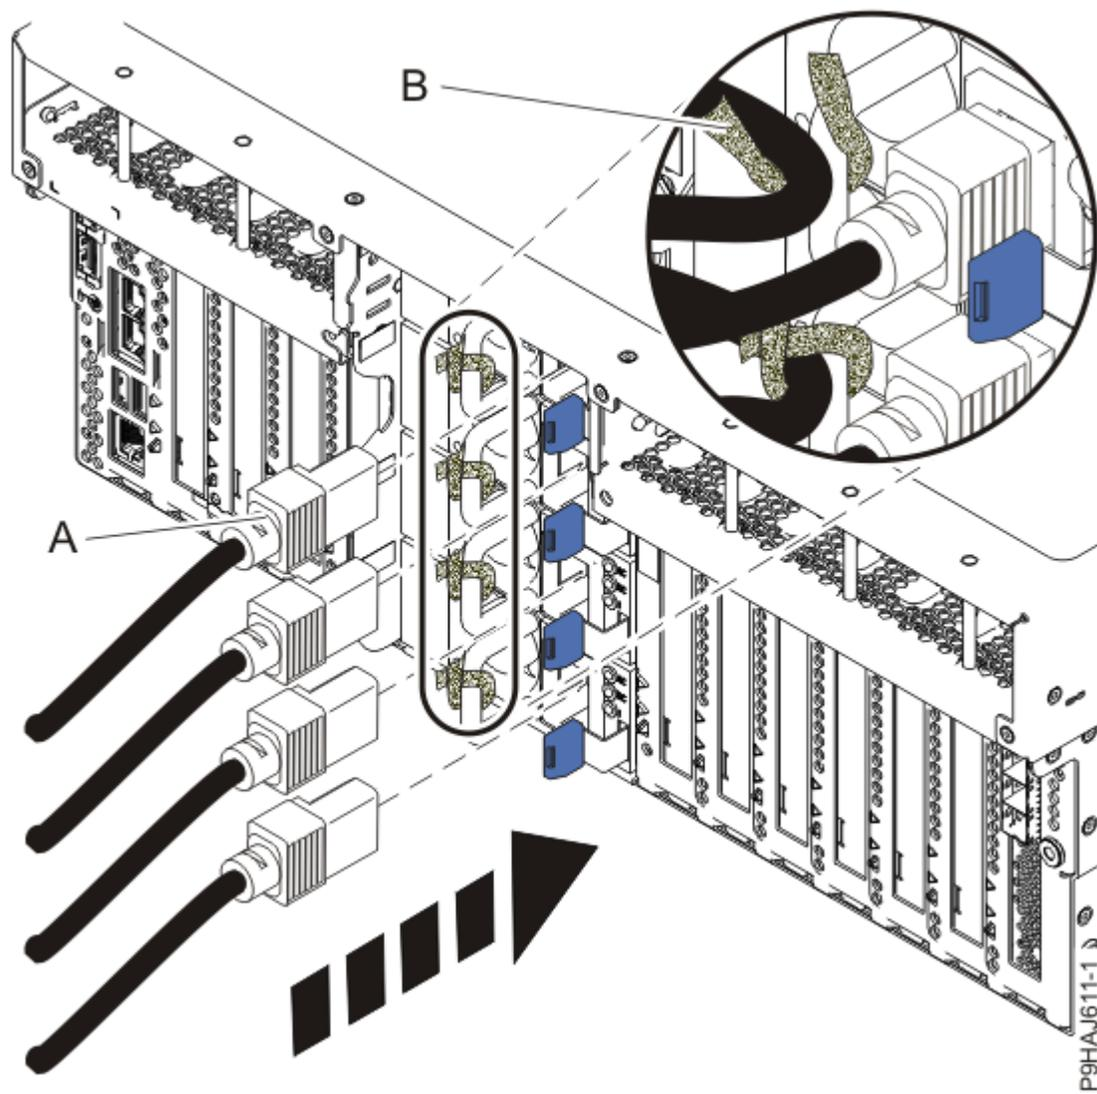
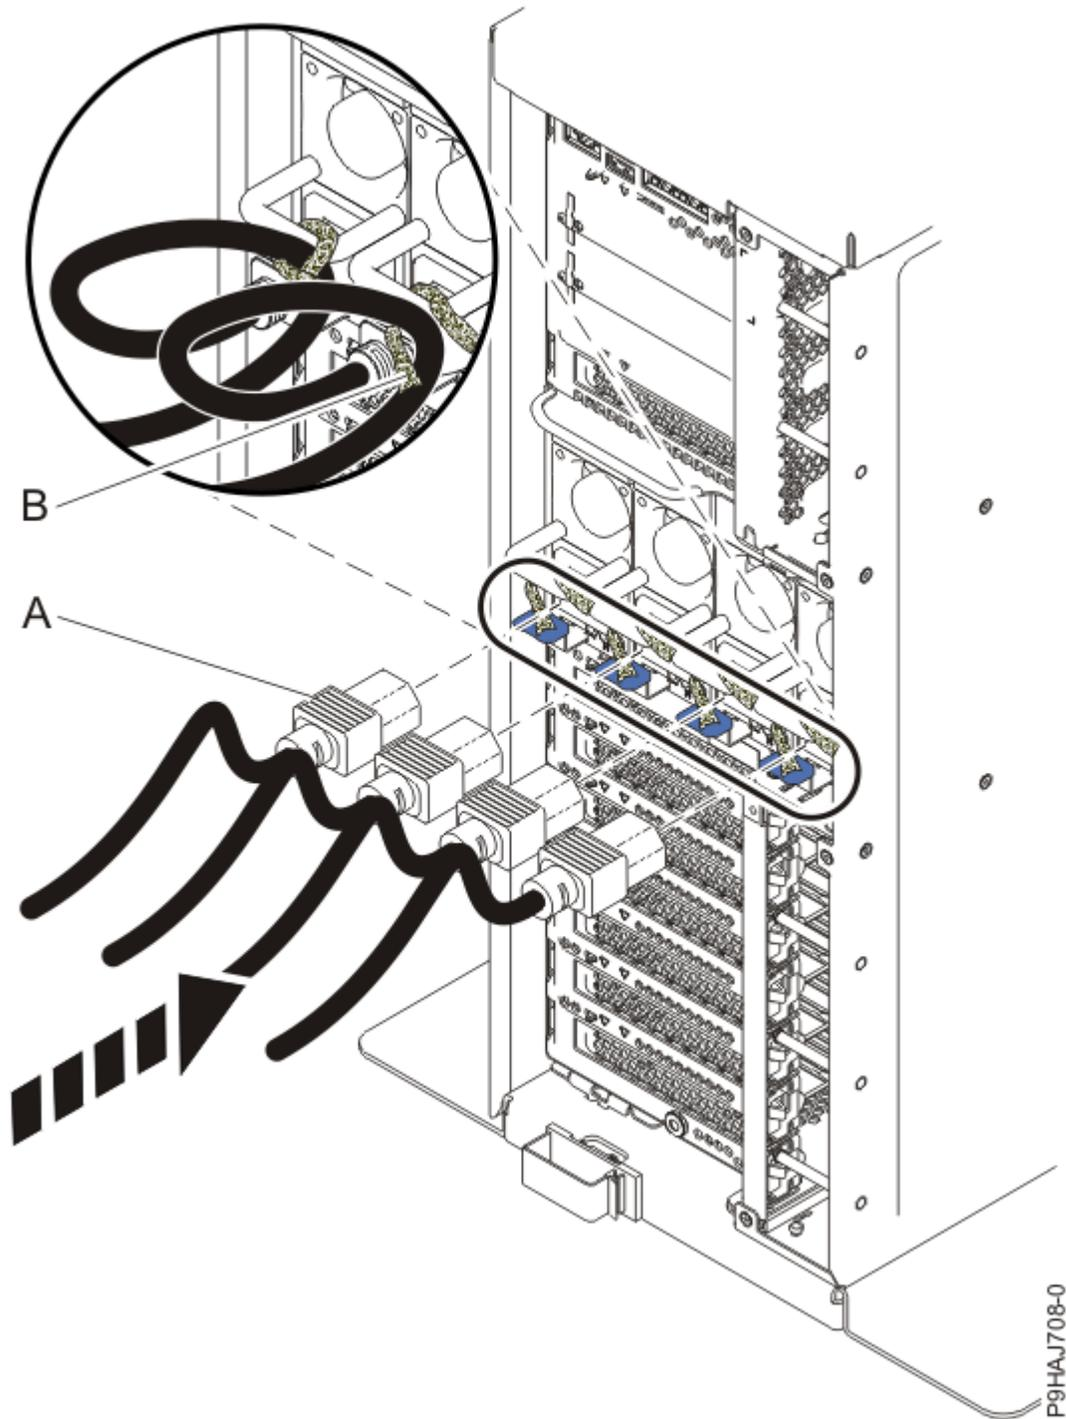

Figura 138. Conexión de los cables de alimentación a un sistema montado en bastidor
Figura 139. Conexión de los cables de alimentación a un sistema autónomo
7. Mediante las etiquetas, vuelva a conectar los cables de alimentación **(A)** a la unidad del sistema. Sujete los cables de alimentación **(A)** al sistema utilizando los mecanismos de sujeción **(B)** tal como se muestra en la Figura 138 en la página 145 o la Figura 139 en la página 146.